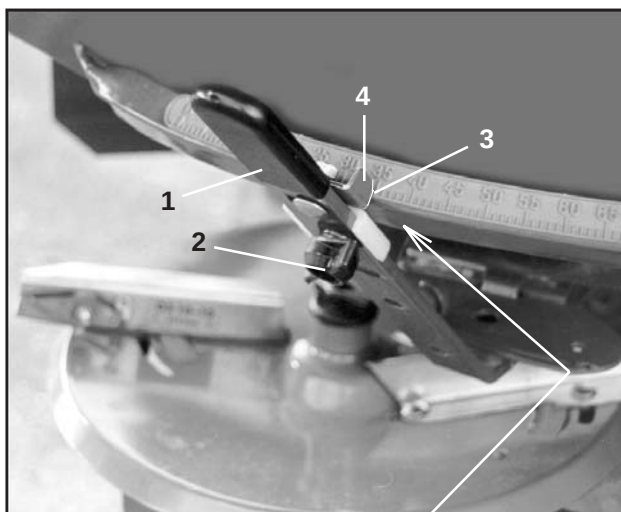

Fig. 7.5
Mängdinställningen görs med de båda inställningsspakarna (fig 7.5/1). De bildar anslag för spjällen, så att olika utloppsöppningar kan ställas in. I såtabellen finns olika inställningsvärden för respektive gödselsort, arbetsbredd, körhastighet och önskad utmatningsmängd.
- Lossa vingmuttrarna (fig 7.5/2).
- Ställ spakarnas visare (fig 7.5/4) på det skalvärde (7.5/3) som tagits ur såtabellen.